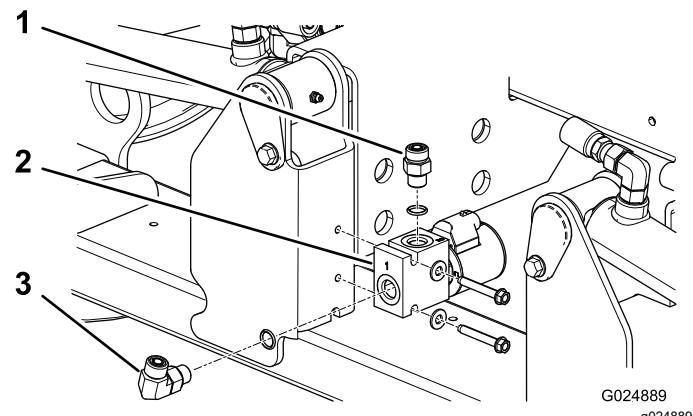

Figura 6
- Montate il collettore di blocco del piatto di taglio sinistro sul tubo del telaio con 2 viti autofilettanti ($\frac{1}{4}'' \times 1\frac{3}{4}''$). Posizionate il collettore come illustrato in Figura 6.
- Montate il raccordo idraulico diritto sulla parte superiore del collettore (Figura 6).
- Montate il raccordo idraulico a 90 gradi nell'estremità del collettore (Figura 6).